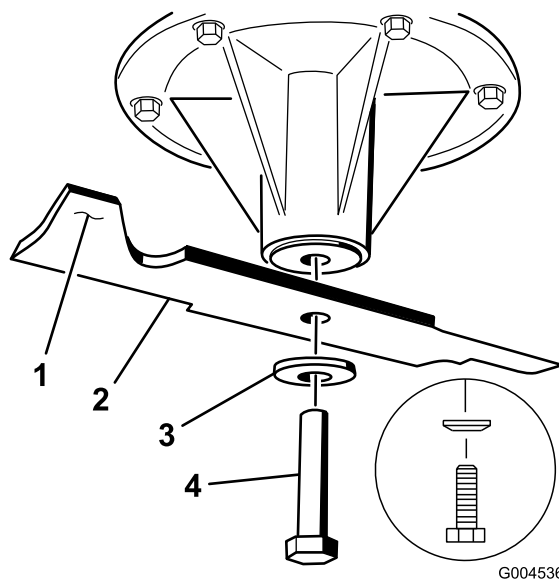
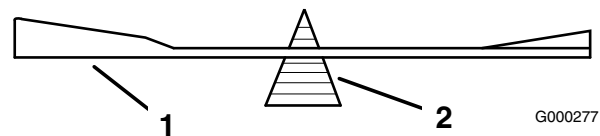

Figura 60
Figura 63
2. En las plataformas de cortacésped de 40 y 48 pulgadas, retire del eje el perno de la cuchilla, la arandela curva y la cuchilla (Figura 60).
1. Instale la cuchilla en el eje (Figura 60).
Importante: La vela de la cuchilla debe apuntar hacia arriba y hacia el interior del cortacésped para asegurar un corte correcto (Figura 60).
2. En las plataformas de cortacésped de 40 y 48 pulgadas, instale la cuchilla, la arandela curva y el perno de la cuchilla (Figura 60).
2. Verifique el equilibrio de la cuchilla colocándola sobre un equilibrador de cuchillas (Figura 63). Si la cuchilla se mantiene horizontal, está equilibrada y puede utilizarse. Si la cuchilla no está equilibrada, rebaje algo el metal en la parte de la solamente (Figura 60). Repita este procedimiento hasta que la cuchilla esté equilibrada.